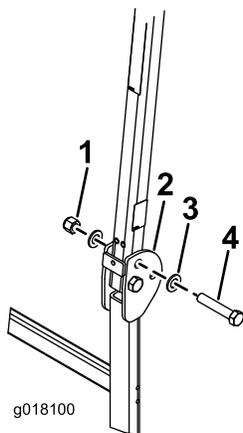

図 8
2. 図 8に示すように、ワッシャ13/16 x 1½"を各ボルト¾ x 4"に組み付ける。
3. ピンを抜いた穴に、ボルトとワッシャを取り付ける 図 8。
4. 図 8のように各ボルトにもう1枚のワッシャを入れ、ナット¾"で固定する。各ナットを 323-396 N·m 33-40 kg·m = 238-292 ft·lbにトルク締めする。
5. ROPSのピボットボルト 図 8をトルク締めする91-113 N·m9.3-11.5 kg·m = 67-83 ft·lb。これはサンシェードの重みでROPSが揺れるのを防止するためである。